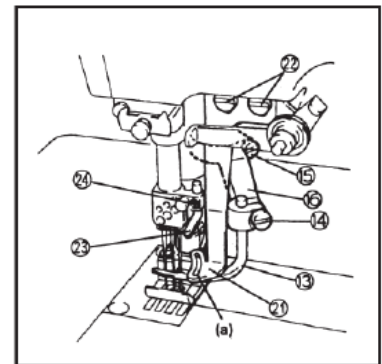

Рис. 35
3. Вышеуказанная регулировка выполняется путем ослабления винта (14) распределителя и винта (15) держателя распределителя (см. Рис. 35)